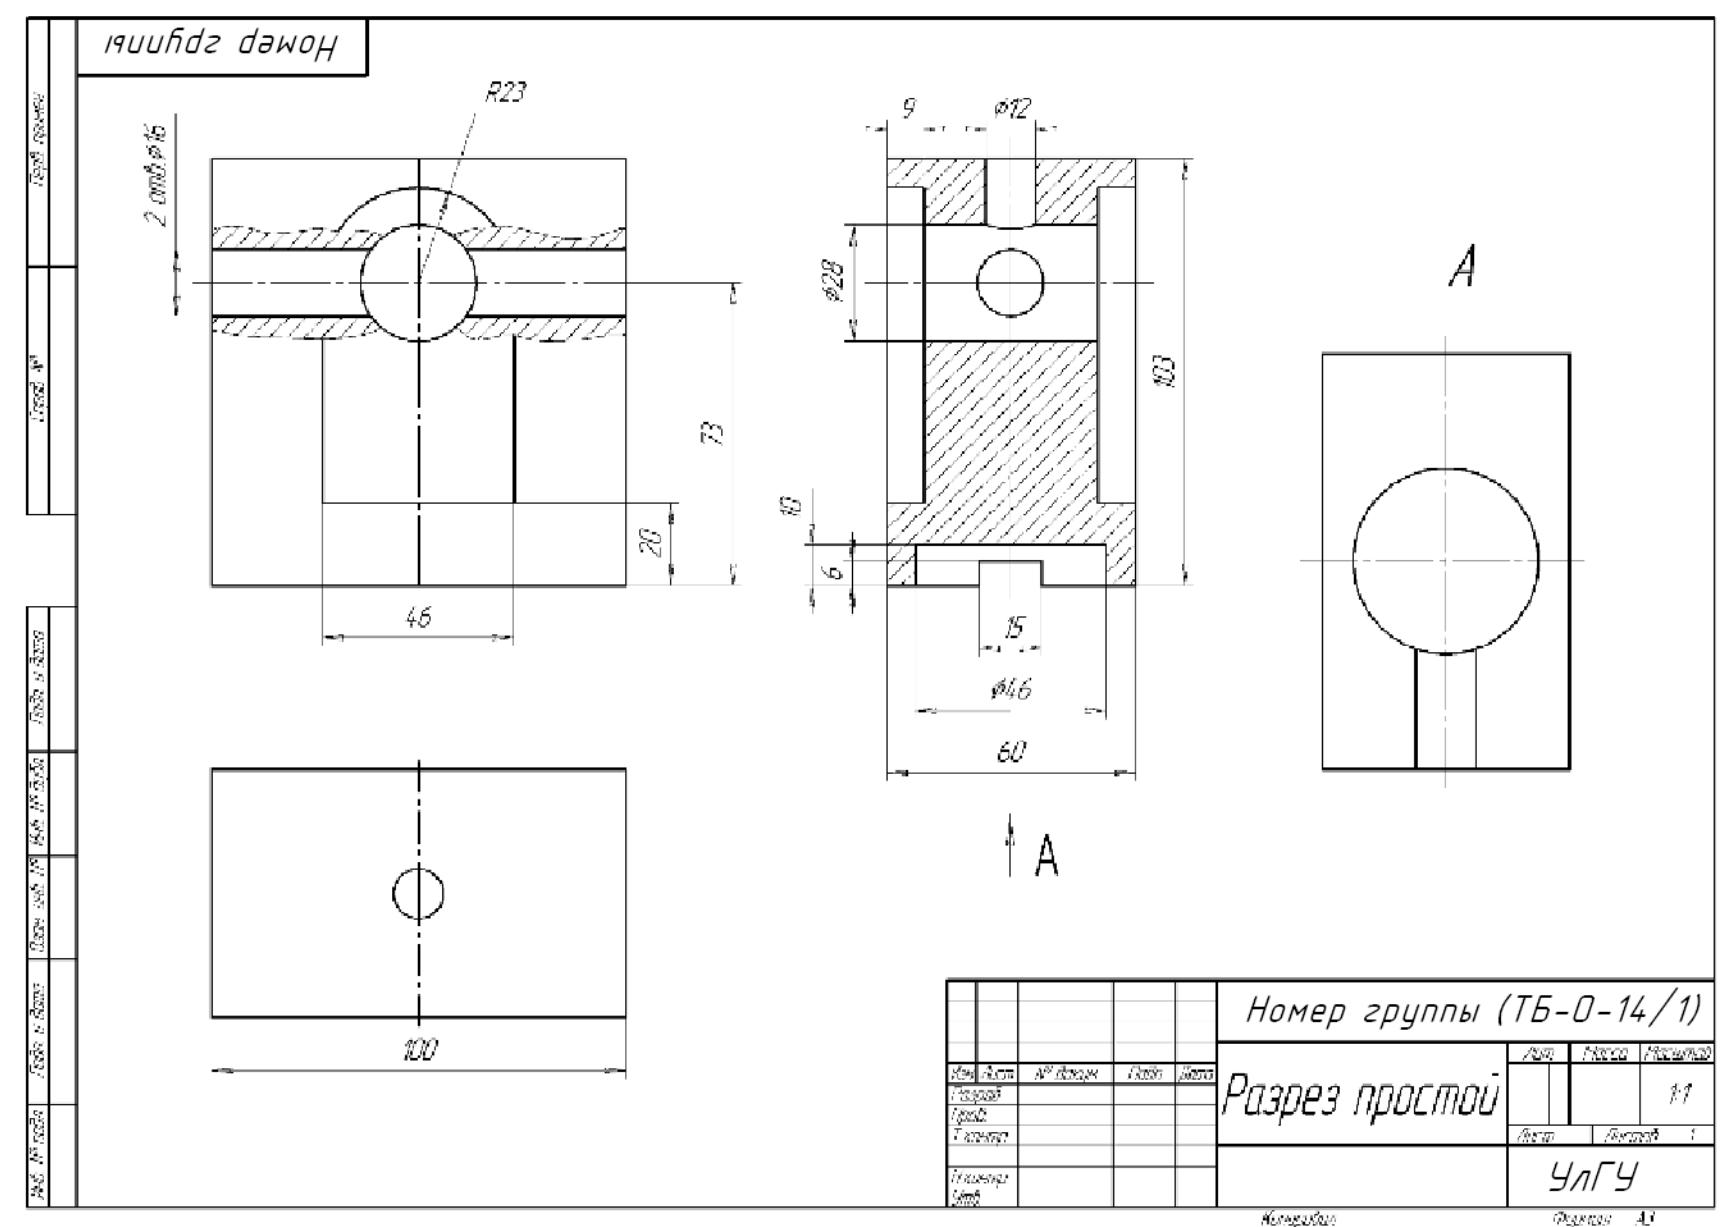

Рис. 2. Пример выполнения задания «Разрезы простые»
4. По двум построенным основным видам детали выполнить ее третий вид (см. пример выполнения задания – рис. 2).